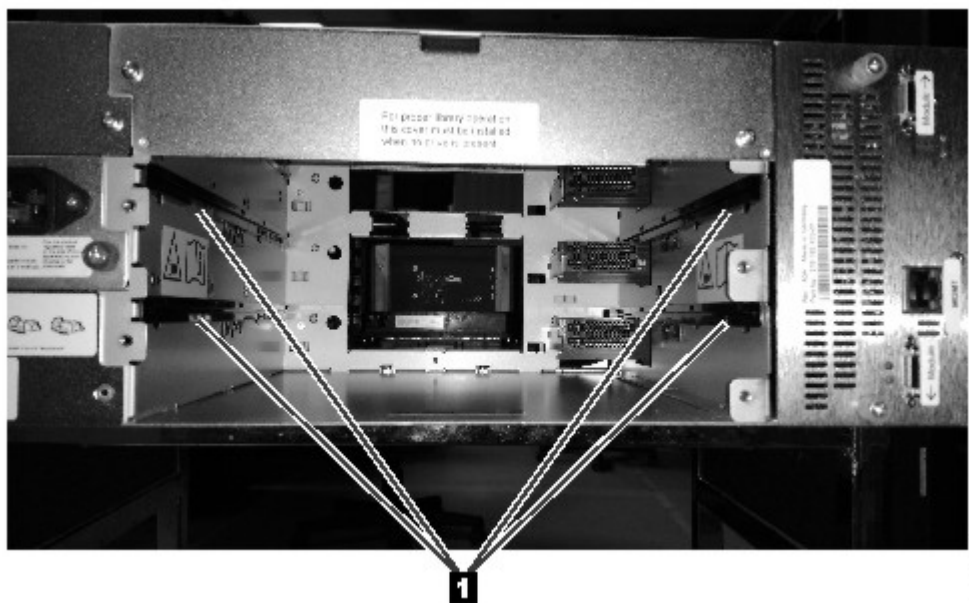

图 60. 对齐导轨
2. 将新磁带机对准磁带机托架，然后托住磁带机组件，沿着对齐导轨（图 60 中的 **1**）缓慢地插入。磁带机必须与磁带库的后面板平齐。